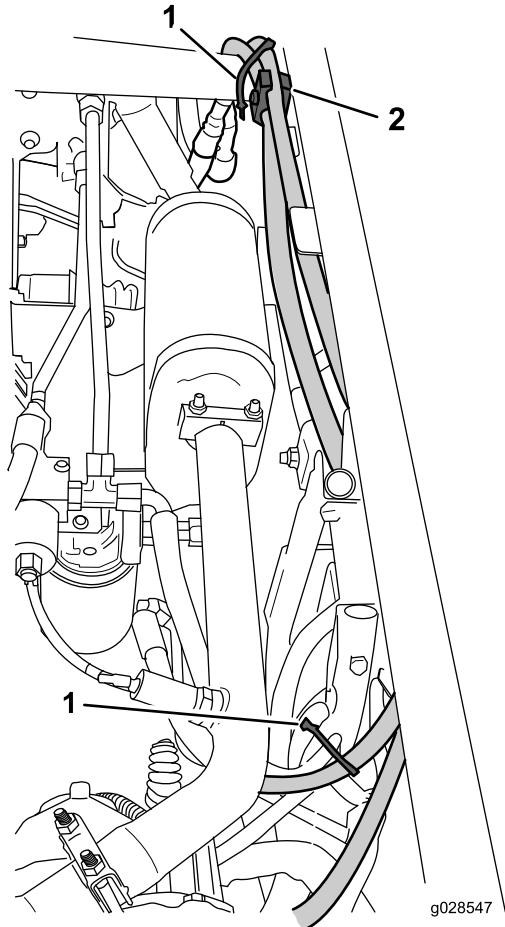

Figura 10
2. Instale un acoplamiento rápido macho en el extremo hembra de la manguera hidráulica de la válvula de elevación de los brazos (Figura 10).
4. Sujete las mangueras usando 2 bridas, una abrazadera, y un perno de sujeción en los lugares indicados en Figura 10.